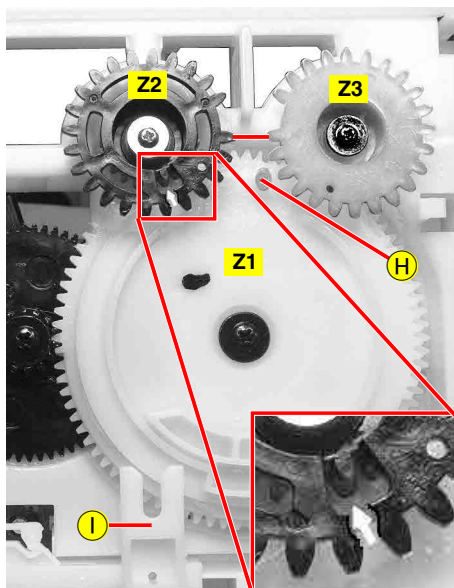

Fig. 7
- Fig. 7: Die Pfeilmarkierung von Zahnrad Z1 muss dem Markierungszahn von Zahnrad Z2 gegenüberstehen. Zahnrad Z3 muss wie abgebildet zu Zahnrad Z2 ausgerichtet sein.
- Schublade einschieben. Führung ⑧ (Fig. 7) muss in Schieber ⑨ (Fig. 7) eingreifen.
- Fig. 7: The arrow mark of toothed wheel Z1 must face the mark of toothed wheel Z2. Toothed wheel Z3 must be oriented to toothed wheel Z2 as shown in Fig. 7.
- Close the tray. Guide ⑧ (Fig. 7) must engage with slider ⑨ (Fig. 7).